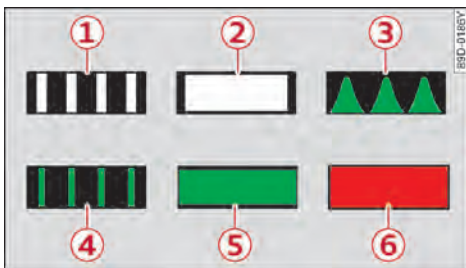

图 103 充电状态指示灯
⇒ 图 103 ① 闪烁: 车辆建立与充电基础设施的通信, 充电处于初始化阶段。
⇒ 图 103 ② 灯持续亮起: 照明功能, 具体说明如下。
⇒ 图 103 ③ 间歇性亮起: 高压电池正在充电。
⇒ 图 103 ④ 闪烁: 激活定时充电且未开始充电过程。
⇒ 图 103 ⑤ 灯持续亮起: 成功完成充电过程。
⇒ 图 103 ⑥ 灯持续亮起: 充电系统有故障。